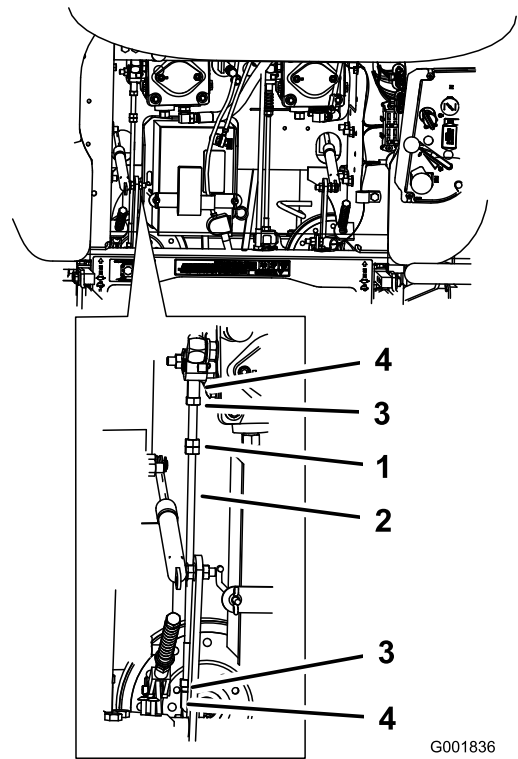

Figure 61
1. Desserrez les contre-écrous sur les rotules de la tige de commande de la pompe (Figure 61).
3. Réglez la longueur de la tige de pompe en tournant les doubles écrous dans le sens voulu, jusqu'à ce que la roue soit immobilisée ou tourne légèrement en marche arrière (Figure 61).
6. Serrez les contre-écrous contre les rotules (Figure 61).